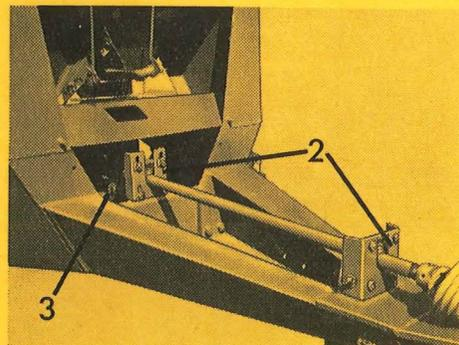

Abb. 9
- Die jeweils 4 Schrauben der beiden Lagerstege (Abb. 9/2) lösen!
- Auf jeder Seite je 3 Schrauben der Getriebehalterung (Abb. 9/3) lösen!